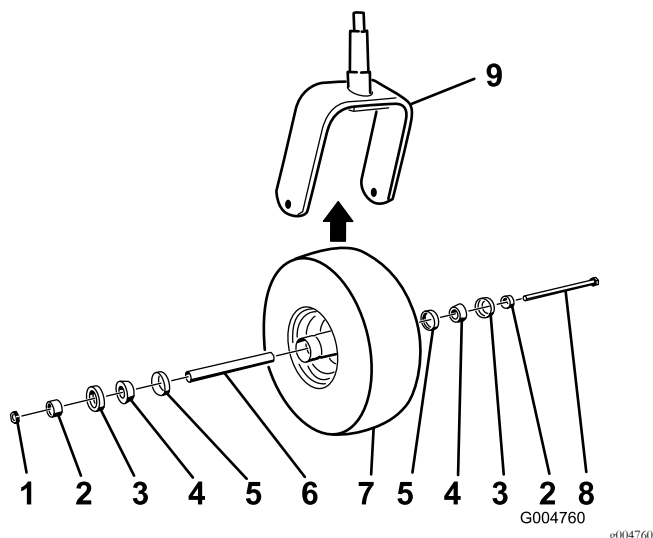

Figura 46
2. Rimuovete il dado di bloccaggio dal bullone (Figura 46).
5. Montate la ruota orientabile premendo i cuscinetti conici e gli schermi, lubrificati con grasso, nel mozzo della ruota, posizionata come illustrato nella Figura 46.